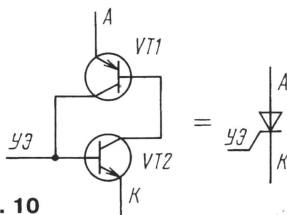

Рис. 10
**Аналог тринистора** (рис. 10). Бывает, что приобрести нужный тринистор не удастся. Его с успехом может заменить аналог, собранный из двух транзисторов разной структуры. Если на базу транзистора VT2 подать положительное (по отношению к эмиттеру) напряжение, транзистор приоткроется и через него потечет ток базы транзистора VT1. Этот транзистор также приоткроется, что приведет к увеличению тока базы транзистора VT2. Положительная обратная связь между транзисторами приведет к их лавинообразному открытию.